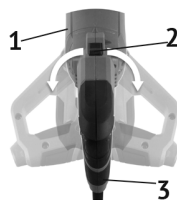

рис.6
6. Поворот рукоятки управления (см. рис. 6)
- нажав клавишу (рис. 6 поз. 2), для разблокировки фиксации, повернуть рукоятку (рис. 6 поз.3) в нужную сторону на 90°;